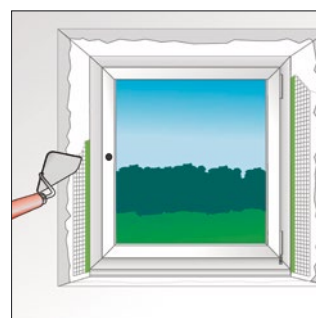

Bild 13: Einputzen und glattstreichen
- Beiputz ausführen (Bild 13).
- Beiputz ausführen lassen (Bild 13).
- Die Ecken werden überlappt. Die Folien auf die bereits befestigten Folien auslaufen lassen und lückenlos zwischen Fenster und Baukörper verkleben (Bild 13). Im Eckbereich Überlappungen der Folie mit SP025 Fenster-Folienkleber Öko und Kederstöße mit OT015 EPDM-Folienkleber verkleben.